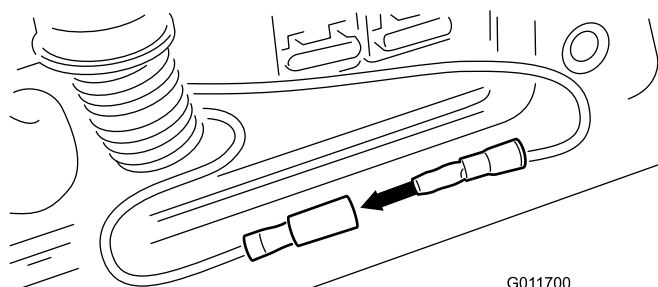

Figura 57
4. Con la llave en posición de Desconectado, retire el tapón de los cables-puente y conecte los dos cables entre sí (Figura 57).